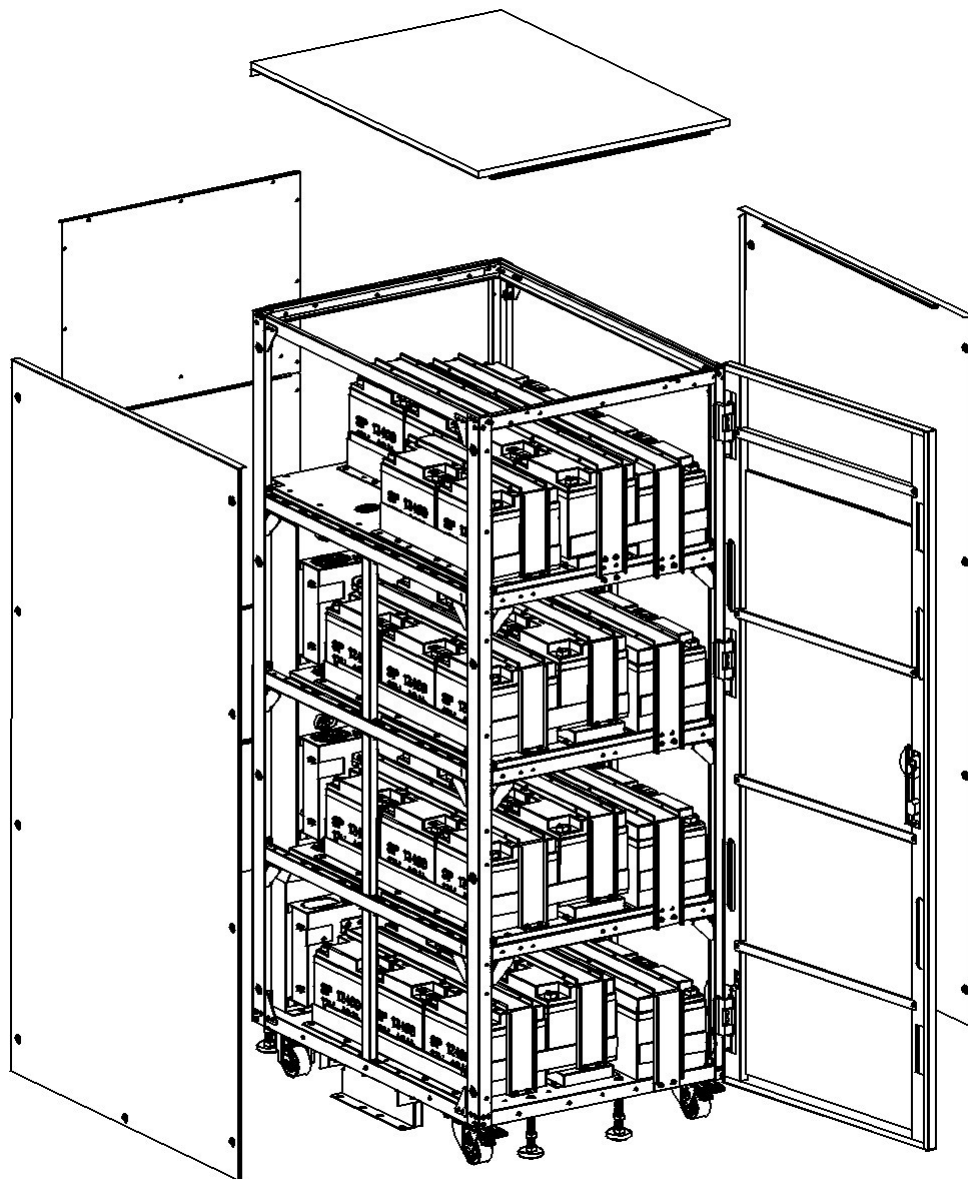

Figure 5-53
14. Réinstaller les couvercles et les vis (Figure 5-53).